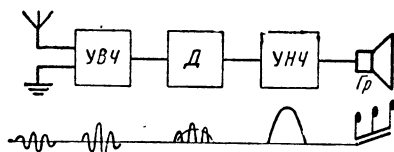

Рис. 44. Простейшая скелетная схема приемника прямого усиления.
**Н.** — Словом, в хорошем приемнике нужно усиливать как высокую, так и низкую частоты (рис. 44). Но что касается усиления, то я полагаю, мы уже все узнали.